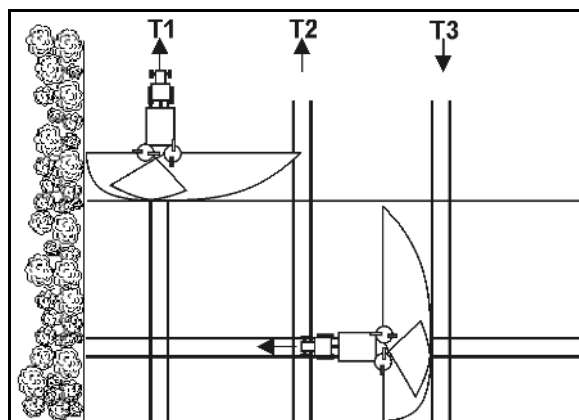

Bild 44
1. Gränsspridning enligt gödselförordningen (Bild 44):